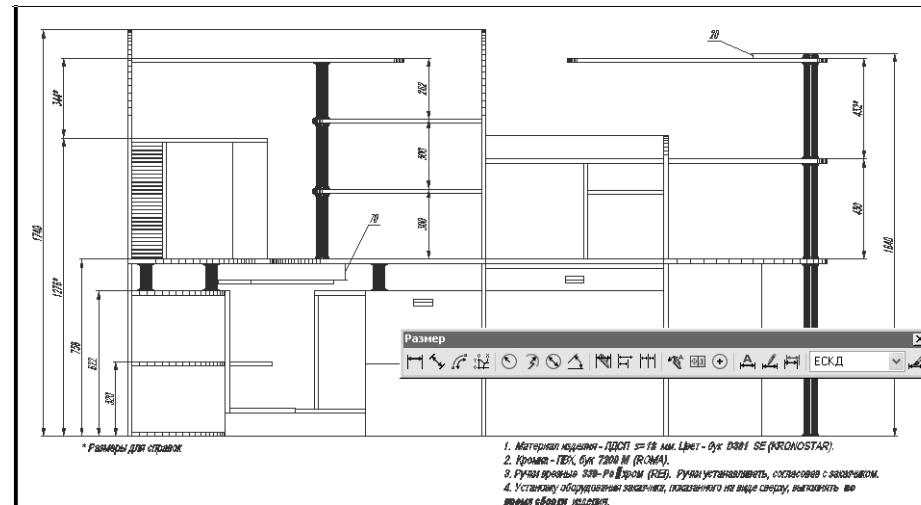

Рис. 11.34 ▼ Справочные размеры, обозначенные на главном виде
9. Создайте под главным видом текстовый объект *** Размеры для справок** (рис. 11.34).